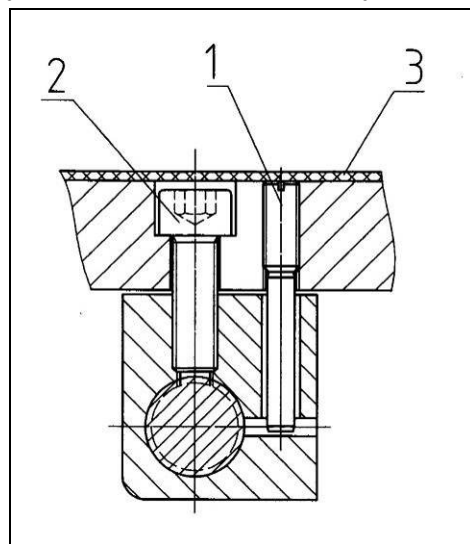

Рис. 13
- снимите защитный кожух (3, Рис. 13).
- ослабьте установочный винт (1) ходовой гайки поперечного суппорта.
- затяните винт с внутренним шестигранником (2) до упора.